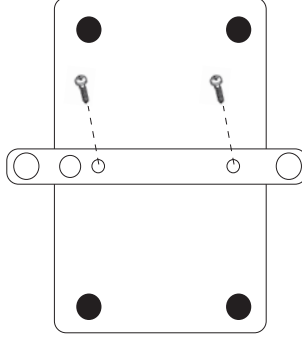

Figura 6.
Passo 1. Insira os dois parafusos de montagem M3 x 4 através do suporte de parede até introduzi-los na parte posterior do módulo transmissor, como se mostra na Figura 6.